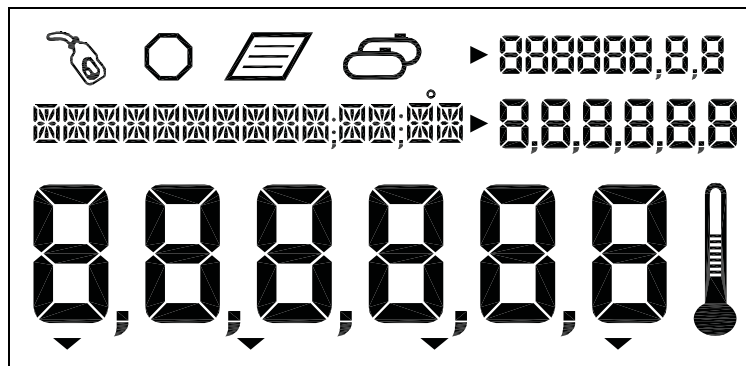

Abbildung 3. Alle Segmente aktiviert
- Alle Segmente des Display Head werden aktiviert (siehe Abbildung 3)